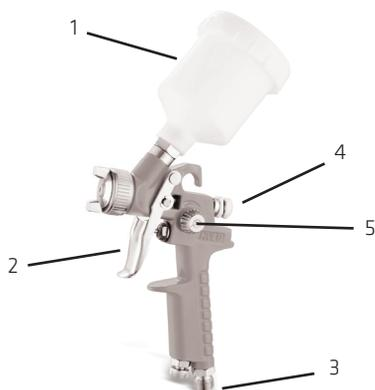

Figura 1
- Filtre o material para colocá-lo na caneca (Figura 1 – Item 1) utilizando filtro específico.
- Ajuste o compressor de ar para uma pressão de 30 a 45 lbs e engate a mangueira na pistola. (Figura 1 – Item 3). Garanta que a pressão não ultrapasse 50 lbs.
- Feche totalmente (vire à direita) o parafuso regulador de tinta (figura 1 – item 4).
- Vá abrindo a regulador (vire à esquerda) e acionando o gatilho (figura 1 – item2) até encontrar o jato desejado.
- O parafuso regulador do leque (Figura 1 - Item 5) serve para ajustar a configuração de pulverização. Fechado totalmente para a direita projetará um jato cilíndrico. A medida que são dadas voltas para a esquerda, o jato assume uma forma oval cada vez mais larga, até ficar praticamente redonda..